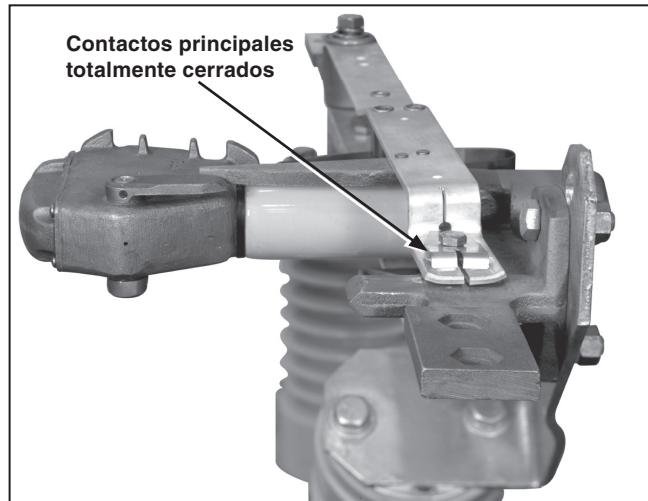

Figura 36. Revise que la cuchilla esté completamente cerrada.
- (a) Que con la palanca de operación hasta donde llegue en la dirección de cierre, todos los contactos principales de la cuchilla del interruptor estén completamente en la posición de **Cerrado**. Ver Figura 36.